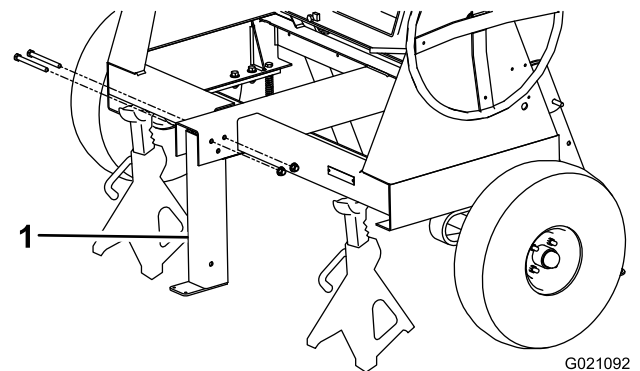

Figure 2
3. Retirez les 2 écrous et boulons qui fixent le pied stabilisateur avant au cadre (Figure 2), et déposez le pied.